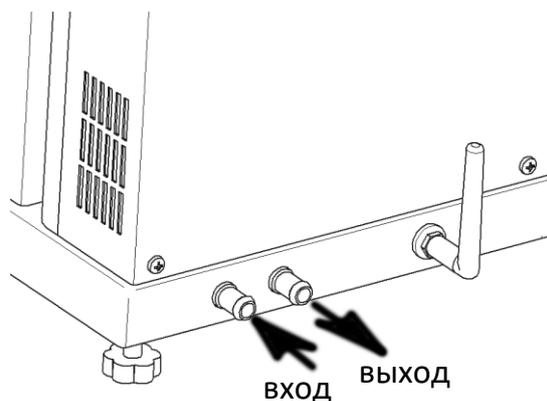

Рисунок 9 - Подключение хладагента
4.4.4.2 Подключить к аппарату хладагент (параметры хладагента указаны в таблице 2 на странице 2) (рисунок 9).